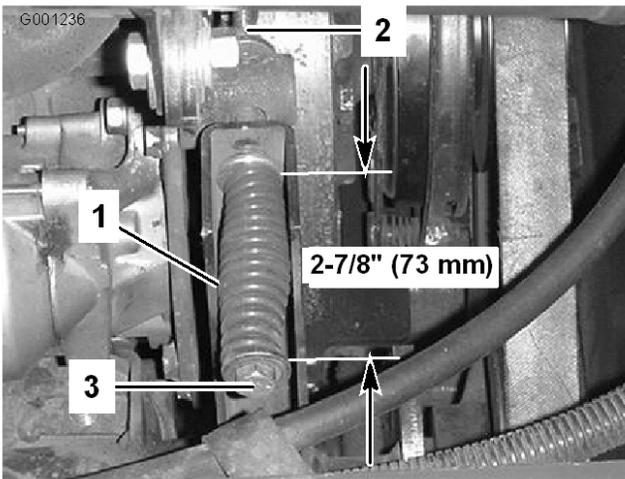

Figura 63
3. Desaperte a porca de bloqueio da barra tensora (Figura 63).
- Utilize uma chave de porcas com uma abertura de 1/2 pol. para apertar ou desapertar a mola tensora (Figura 63). Ajuste a mola de modo a ficar com um comprimento de 73 mm.
- Desaperte a porca de bloqueio da barra tensora (Figura 63).
- Utilizando uma chave de porcas com uma abertura de 1/2 pol., desaperte até ao fim a mola tensora da correia (Figura 63).
- Instale a nova correia da tomada de força e ajuste a tensão da mola da polia para 73 mm (Figura 63).
- Aperte a porca de bloqueio (Figura 63) e feche o capot.